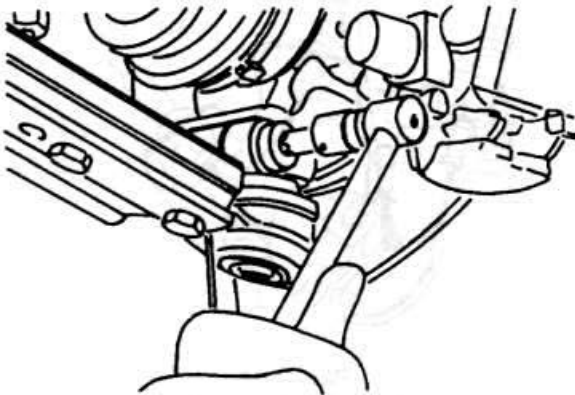

Рис. 3.57
- ♦ Отсоедините колонны подвески от поперечных рычагов (Рис. 3.57).